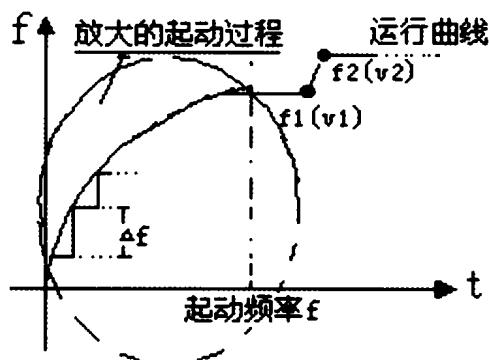

图2 阶梯升速起动
步进电动机的最高起动频率(突跳频率)一般为0.1KHz到3-4KHz,而最高运行频率则可以达到 $N \times 10^3$ KHz。以超过最高起动频率的频率直接起动,将出现“失步”现象,甚至无法起动。较为理想的起动曲线,应是按指数规律起动。但实际应用对起动段的处理可采用按直线拟合的方法,即“阶梯升速法”。可按两种情况处理,①已知突跳频率则按突跳频率分段起动,分段数 $n=f/f_0$ 。②未知突跳频率,则按段拟合至给定的起动频率,每段频率的递增量(阶梯频率) $\Delta f=f/8$ ,即采用8段拟合。在运行控制过程中,将起始的速度(频率)分为n分作为阶梯频率,采用“阶梯升速法”将速度连续升到所需要的速度,然后锁定,按预置的曲线运行(如图2所示)。